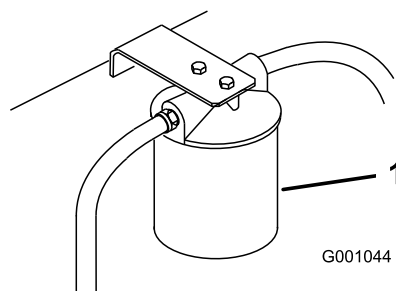

Figura 95
3. Collocate una bacinella di spurgo sotto il filtro, togliete il filtro usato e pulite la guarnizione di riduzione del filtro (Figura 95).